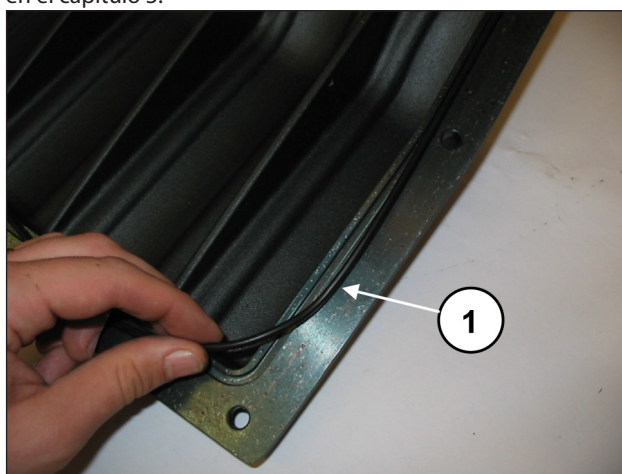
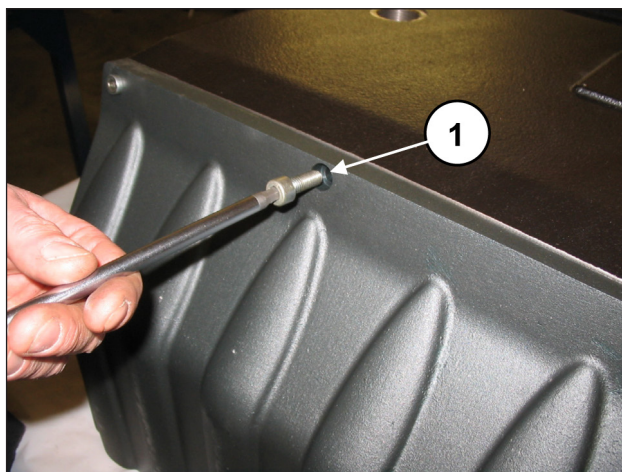

Fig. 92
Fig. 93
Introducir la junta tórica en la tapa posterior (pos. ①, Fig. 92) y fijarla al cárter con los 10 tornillos M8x20 (pos. ①, Fig. 93). Ajustar los tornillos con la llave dinamométrica como se indica en el capítulo 3.